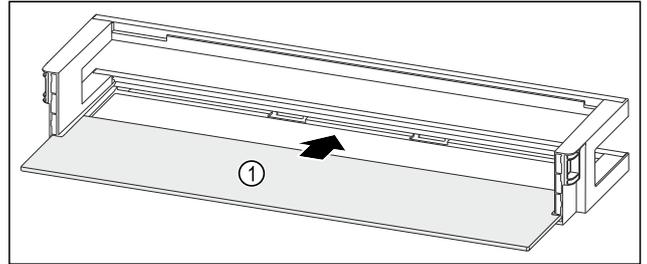

Fig. 83 Türabsteller mit Abstellfläche
- ▶ Abstellfläche Fig. 83 (1) in die seitlichen Einsparungen einschieben.